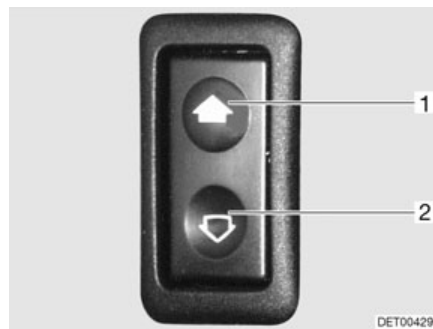

Fig. 19 Interrupteur pour lève-vitres électrique
Le véhicule est équipé d'un lève-vitre électrique (Fig. 19) du côté du conducteur.
- Ouvrir :* ■ Appuyer sur la partie inférieure du commutateur (Fig. 19,2).
- Fermer :* ■ Appuyer sur la partie supérieure du commutateur (Fig. 19,1).